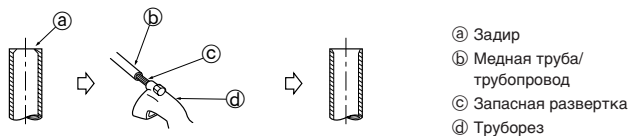

Рис. 5-4
5.2.2. Удаление задиры (Рис. 5-4)